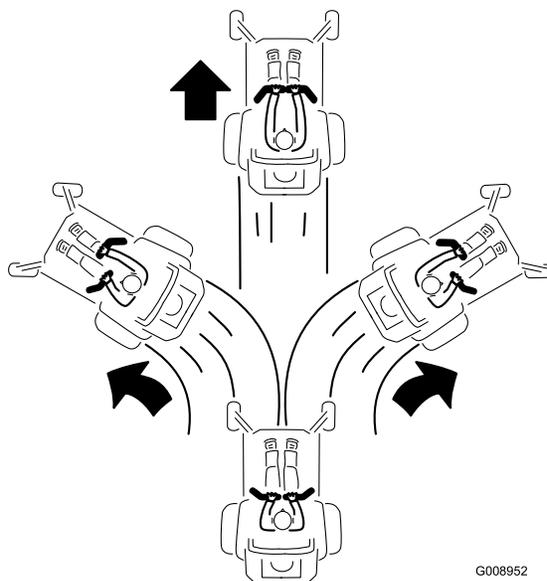

Рисунок 25
2. Для перемещения вперед нажмите на рычаги управления движением вперед (Рисунок 25).